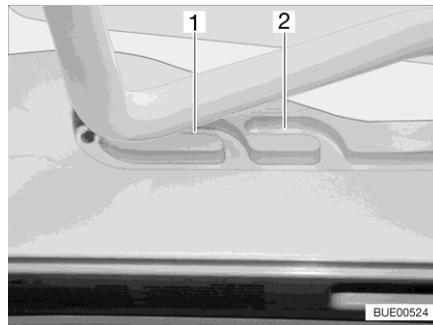
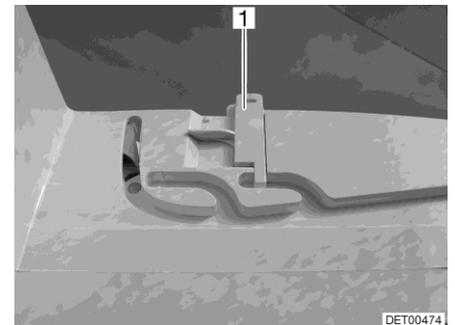

Fig. 82 Glissière (position de ventilation)
Fig. 83 Verrouillage (position de ventilation)
Il est possible d'amener le lanterneau Heki en deux positions de ventilation : Position pour mauvais temps (Fig. 82,1) et position intermédiaire (Fig. 82,2). Selon l'équipement, il est possible de verrouiller le lanterneau en position intermédiaire avec les deux verrous (Fig. 83,1) à gauche et à droite du cadre du lanterneau.
- Pousser légèrement l'étrier vers le haut, le pousser dans la glissière choisie (Fig. 82,1 ou 2) et le verrouiller si nécessaire.